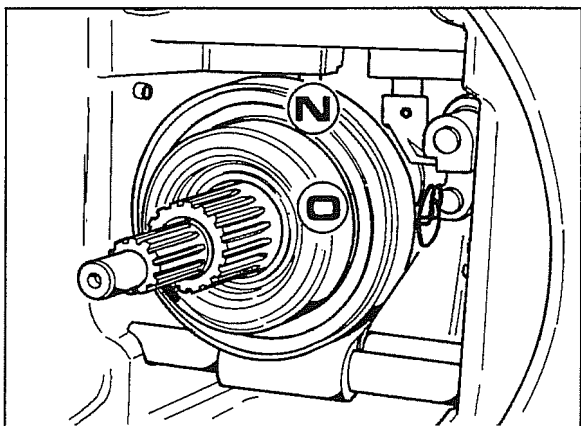

Fig. 26
- Antes da montagem do tractor é necessário verificar as boas condições dos dois casquilhos de pressão **N** e **O** da fig. 26.